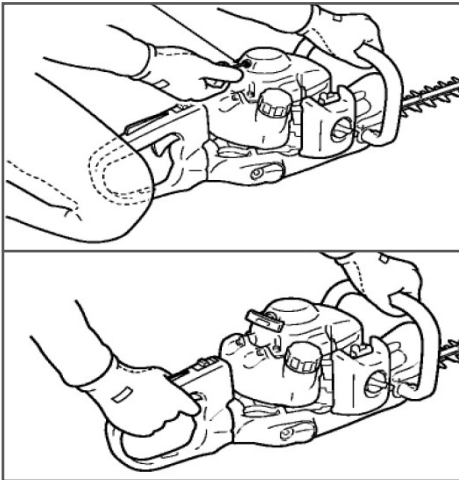

Рис. 3 Запуск двигателя
- Выберите свободный ход шнура стартера (Рис. 3). Для этого потяните за ручку стартера до тех пор, пока не почувствуете сопротивление, затем
9. Нажмите и отпустите курок газа (Рис. 3), при этом рычаг управления автоматически прикроет дроссельную заслонку, а двигатель перейдет в режим холостого хода.